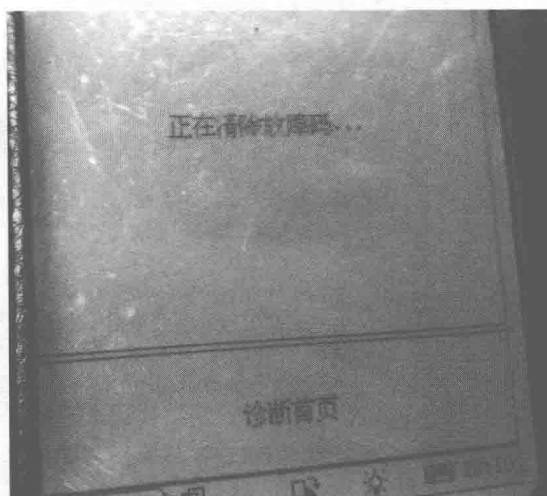

图 1-25 正在清除故障码
1) 首先启动诊断程序, 在功能菜单中点击“清除故障码”, X-431 开始清除故障码及故障内容 (图 1-25)。